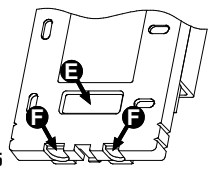

Fig. 5
Ingreso cables desde atrás: Quitar, con la ayuda de un destornillador, el taco de la base, como indica la flecha en de (E) Fig. 5.
Ingreso cables desde el borde inferior de la base: Quitar, con la ayuda de un destornillador, los tacos de la base, como indican las flechas en de (F) Fig. 5.